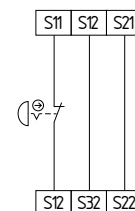

Fig. 9
**Circuit d'arrêt d'urgence à 1 canal avec organes de commande selon EN ISO 13850 et EN 60947-5-5 (Fig. 9)**